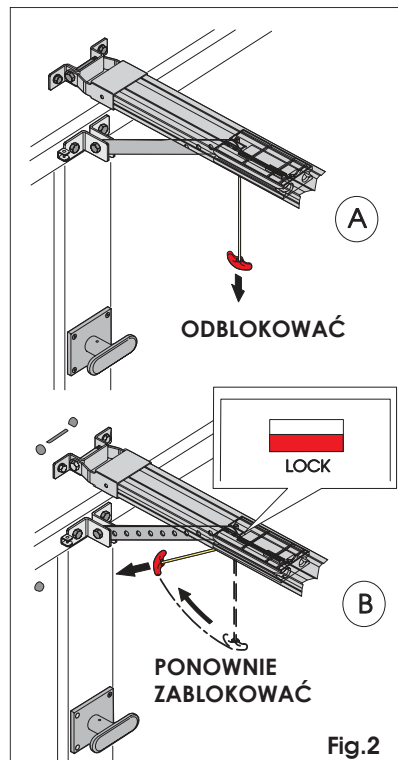

Fig. 2
- Odblokować napęd, pociągając dźwignię zwalniającą w dół (Rys. 2 odn. A).
- Ponownie zablokować automatykę, pociągając uchwyt poziomo (Rys. 2 odn. B) i upewnić się, że po zwolnieniu okienko „LOCK” pod wózkiem jest czerwone, potwierdzając prawidłowy reset.